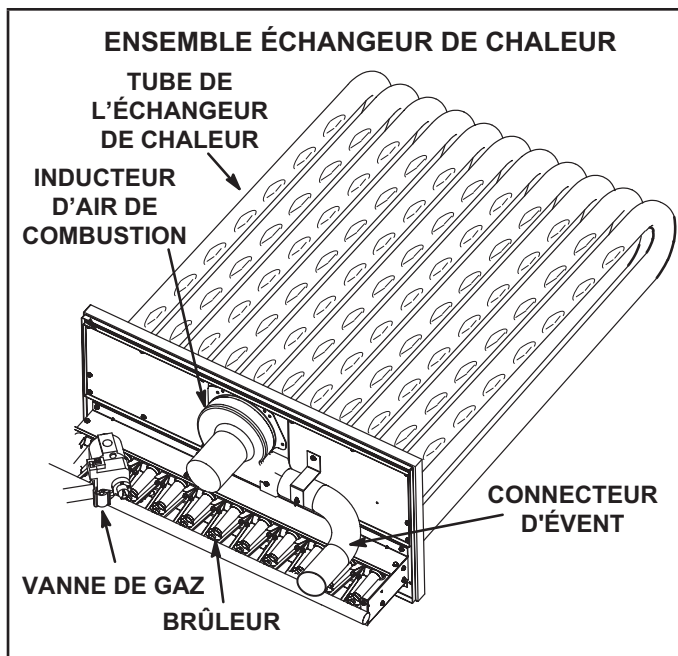

FIGURE 51
- 3 - Retirer et conserver les vis fixant l'inducteur d'air de combustion sur la boîte à fumée. Retirer et conserver les deux vis de fixation de la patte supportant le connecteur d'évacuation. Voir FIGURE 51.